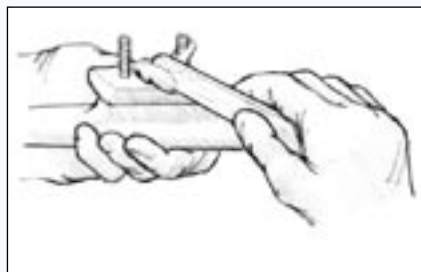

Рис.17. Нанесите покрытие на обратную часть детали и резьбу крепежной детали (загущенный эпоксидный материал)
4. Впрысните смесь неоседающего эпоксидного материала/404 или 406 в отверстие. Убедитесь в том, что после установки крепежного элемента нигде не осталось незаполненных участков. Нанесите покрытие на обратную часть детали и резьбу крепежной детали (загущенный эпоксидный материал) (*Рисунок 17*).